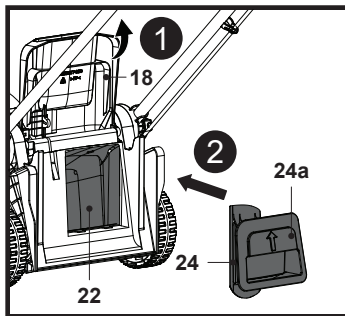

Fig. 13
1. Ouvrir le déflecteur arrière (18), maintenir la poignée encastrée (24a) et insérer l'obturbateur mulching (24) dans la goulotte d'éjection arrière (22) jusqu'en butée (Fig. 13).